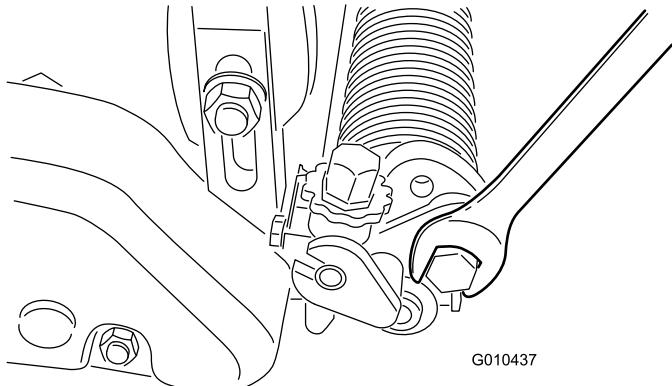

Рисунок 23
- Ослабьте болты на правом и левом рычагах барабана (Рисунок 23).